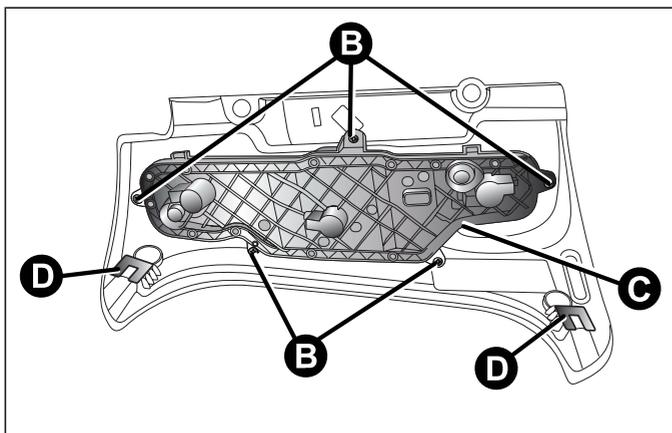
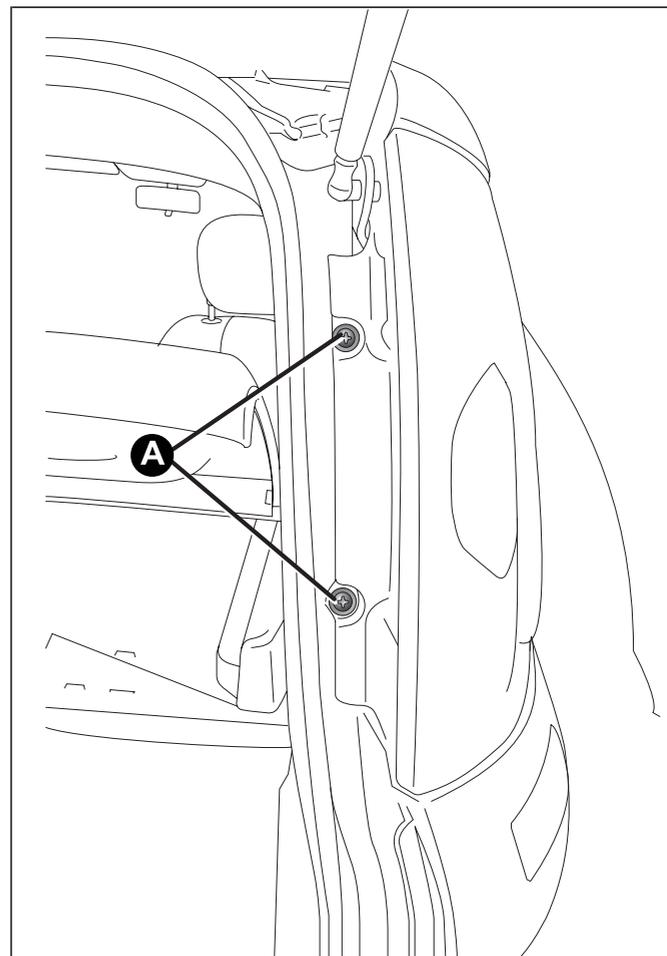

fig. 132
fig. 131
- dévisser les deux vis A fig. 131 de leur siège, tirer délicatement vers soi la totalité du phare jusqu'au dégagement total des deux agrafes de maintien (fixées au coulissement D fig. 132) et décrocher le connecteur ;
- dévisser les cinq vis B de leur siège et extraire la douille C fig. 132 ;